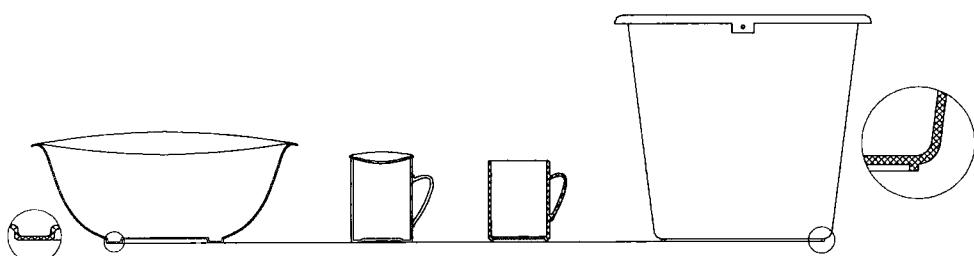

图 1-13 支承面
(5) 支承面 日常所见的盆、杯、桶、瓶子、碗底部都是高起的肋或台与地平面或桌面接触, 而不是整个底平面接触。这个高起的肋或台就称为支承面, 如图 1-13 所示。